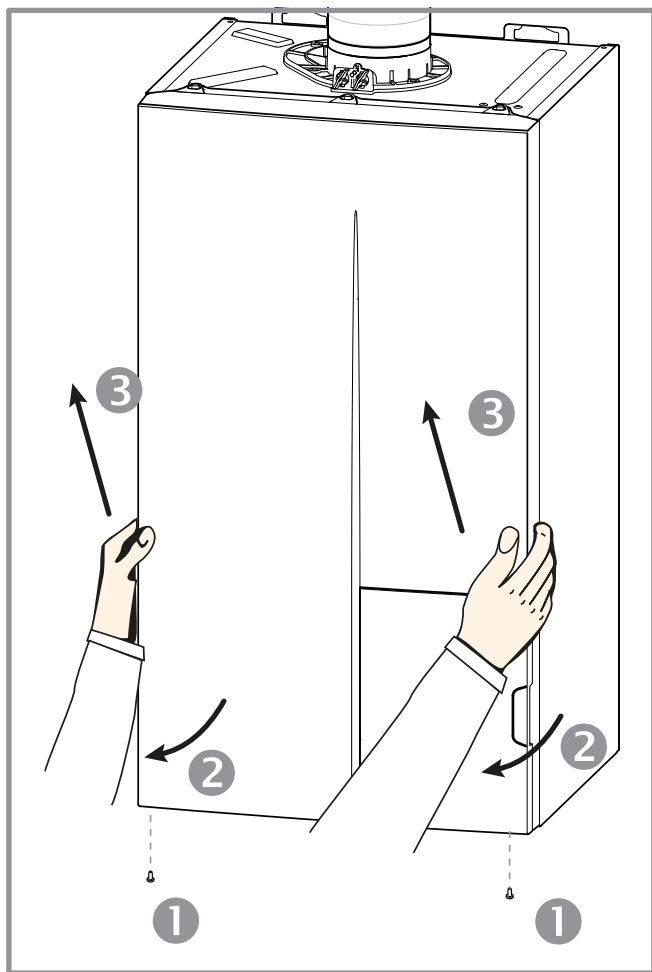

figure 29 - Dépose de la façade
- Déposer la façade (figure 29, page 43).
- Déposer la façade (voir figure 29, page 43).